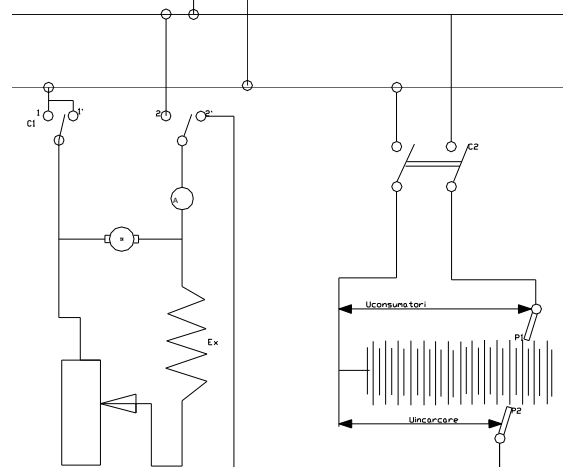

Fig. 13.5.
4.1 Sunt primele scheme utilizate, in prezent fiind mai putin utilizate. Aceasta solutie era impusa de folosirea masinilor rotative ca sursa de incarcare. Consumatorii sunt alimentati in permanenta de la bateria de acumuloare. Deoarece tensiunea la borne se micsoreaza in timpul functionarii se utilizeaza comutatorul de ploturi p1 (fig13.5.) cu care se insereaza noi elemente. Cand bateria se descarca se conecteaza sursa de incarcare care prin intermediul consumatorului P2 realizeaza incarcarea pe element, prin reducerea numarului acestora.